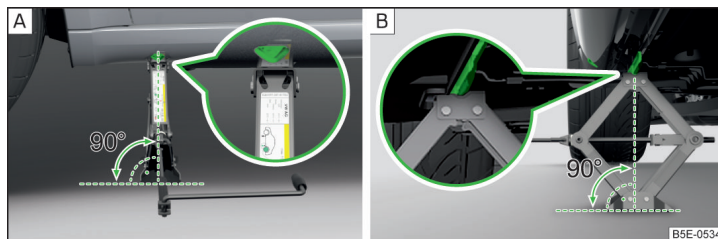

Fig. 222 Imagen esquemática: Colocar el gato
- » Apoye la placa de base del gato con toda la superficie en un suelo recto y asegúrese de que el gato se encuentra en posición vertical respecto al punto de apoyo » fig. 222.
- » Gire el gato con la manivela hasta que su garra se encuentre en el larguero inferior » fig. 222.